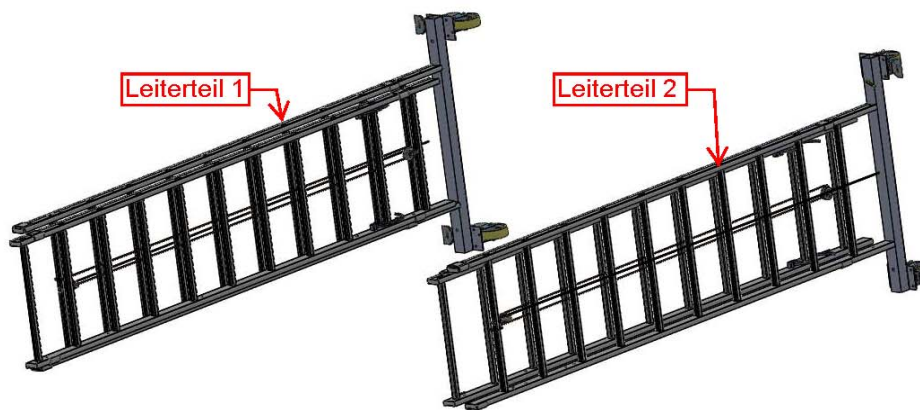

Bild 1
- 1.) Beide Leiterteile seitlich hochkant legen, wobei die Innenleitern sich gegenüber liegen. Bild 1